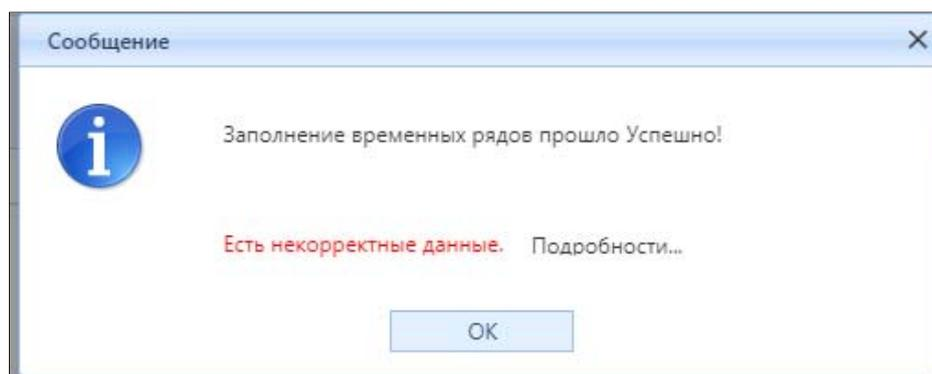

Рисунок 3.2.16 – Сообщение об успешном заполнении данных
4. Дождитесь окончания загрузки исходных данных в форму ввода. После окончания загрузки в интерфейсе подраздела появится сообщение (рис. 3.2.16) об успешном импорте данных. Нажмите на кнопку «ОК» (рис. 3.2.16) для акцептирования результата заполнения данных.